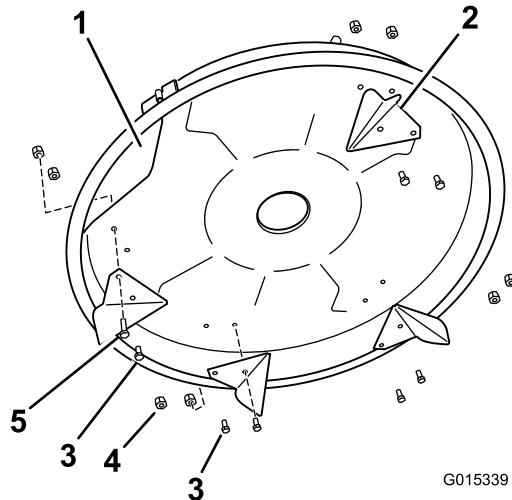

Figura 2
1. Posicione las tres placas deflectoras según se muestra en Figura 2.
2. Sujete las placas al cortacésped usando siete pernos (5/16 x 3/4 pulgada), un perno (5/16 x 1-1/4 pulgadas) y ocho contratuerca (5/16 pulgada). Asegúrese de colocar el perno largo en el taladro más próximo al orificio de descarga de la carcasa, para que pueda sujetar la tapa de mulching en un paso posterior (Figura 2).